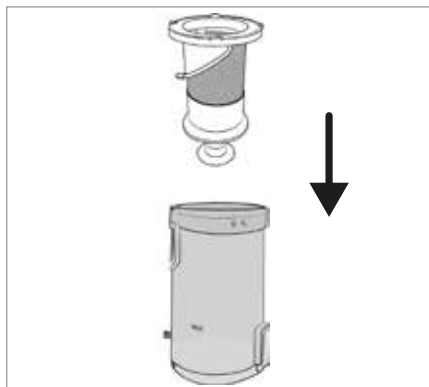

Fig. 23
- Durante la limpieza del filtro de acero inoxidable ⑥, asegúrese de no perder el conector de goma del orificio inferior.
- 6) Inserte el filtro de acero inoxidable ⑥ en el depósito de polvo ⑦ y presiónelo hasta el fondo (consulte la fig. 23). Para ello, observe los encastrés de diferente tamaño del filtro de acero inoxidable ⑥. El filtro de acero inoxidable ⑥ solo puede insertarse en una posición en el depósito de polvo ⑦ según estos encastrés.